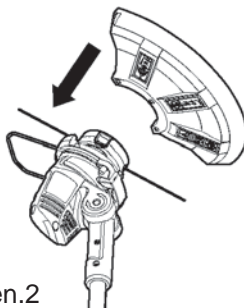

Imagen.2
- > Coloque el protector de seguridad (13) sobre el carrete de hilo (14) (Imagen 2).